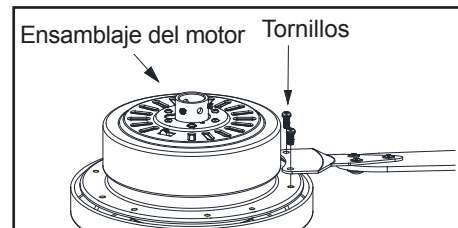

Figura 14
3. Fija los ensamblajes de aspas al motor alineando los dos orificios de tornillo en el soporte del asa con los del volante central y asegura con tornillos. (Figura 14)
4. Repite este paso para ensamblar las aspas restantes. (Figura 14)